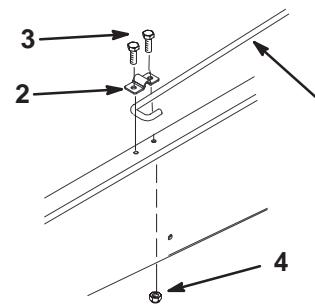

Figure 10
6. Desserrez le boulon de fixation de l'attache de la béquille jusqu'à ce que vous puissiez faire passer l'extrémité en J de la béquille sous l'attache (Fig. 10)
7. Serrez le boulon et fixez l'autre côté de l'attache avec un boulon neuf (5/16 x 3/4") et un écrou à collarète (5/16") (Fig. 10).